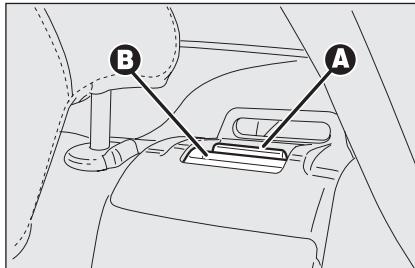

fig. 96
- levante la palanca **A**-fig. 96 de fijación del respaldo y recline este último hacia adelante. Al subir la palanca se puede ver una "banda roja" **B**.
Controle que el respaldo esté correctamente enganchado en ambos lados ("bandas rojas" B-fig. 96 no visibles) para evitar que en caso de un frenazo, el respaldo pueda proyectarse hacia adelante provocando lesiones a los pasajeros.